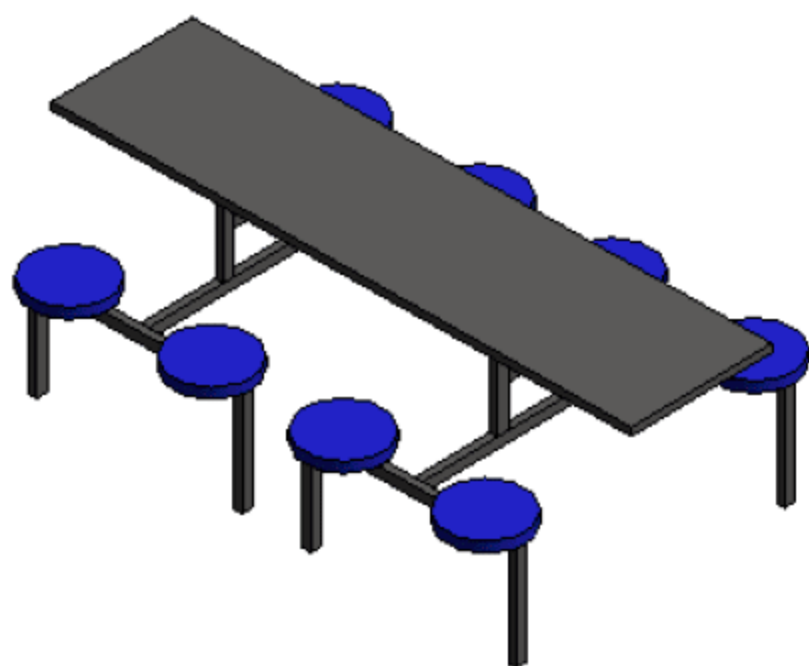

图 8.3.35 圆凳效果图
(17) 编辑可见性并添加材质。首先,选中圆凳图元,在“属性”面板中编辑“可见性/图形替换”选项,取消“平面/天花板平面视图”复选框的选择,单击“确定”按钮。其次,添加圆凳的材质,选择或添加“塑料”类型,单击“确定”按钮,如图 8.3.35 所示。